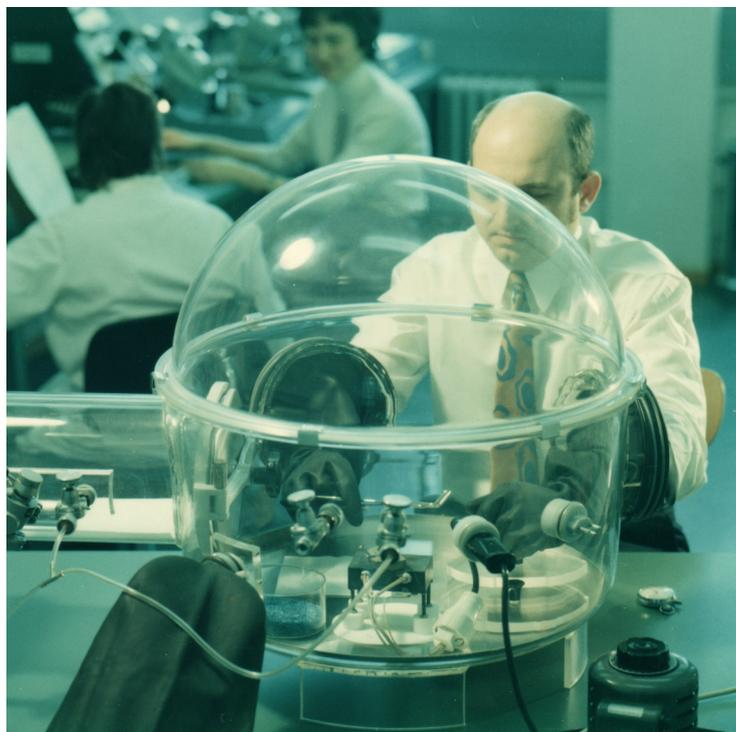

Bild 2: Verschließen in der Plexiglasbox
5. Verlöten in der Handschuhbox: Hierzu dient eine auspumpbare Plexiglasbox von ca. 60 cm Durchmesser mit abnehmbaren Oberteil, einstülpbaren Gummihandschuhen, einem Gummi-Ausgleichsack und einer für sich auspumpbaren Luftschleuse von 20 cm Durchmesser und 30 cm Länge. Die Box hat einen eingelegten Blechboden und an der Rückseite der Box Anschlüsse zum Abpumpen / Füllen sowie Durchführungen für elektrischen Strom (Bild 2). Mit der Plexiglasbox läßt sich auch das Aufschmelzverhalten von Loten unterschiedlicher Hersteller prüfen.